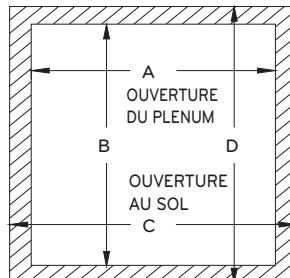

Fig. 6-2 Dimensions de l'ouverture du sol et du plénum
2. Construire un trou dans le sol selon le tableau 2 et la Fig. 6-2.
3. Construire le plénum aux dimensions spécifiées dans le tableau 6-1 et la figure 6-2.